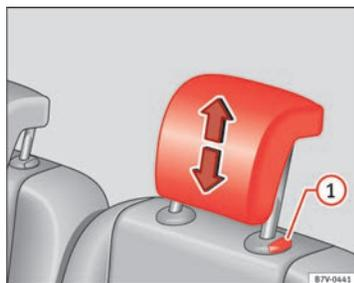

Fig. 85 Ajuste del apoyacabezas de la segunda o tercera fila de asientos.
- Suba el apoyacabezas en la dirección de la flecha o bájelo ⇒ fig. 84 o ⇒ fig. 85 **1** al pulsar el botón ⇒ **Δ**.